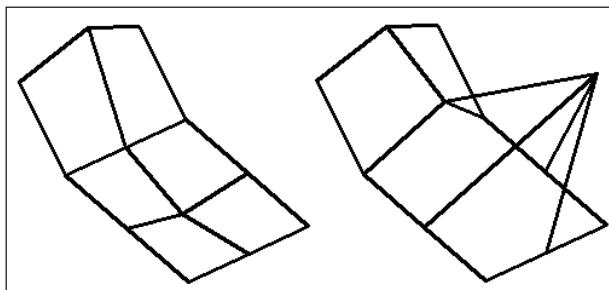

Рис. 3.3. Многоугольная сеть до и после переноса внутренних вершин
- Edit vertex (Вершина) позволяет выбрать одну из вершин сети и выполнить над ней и прилегающими сегментами различные операции редактирования (рис. 3.3). Программа сначала помечает на экране первую вершину знаком X и выдает запрос на редактирование вершин в виде списка дополнительных опций: